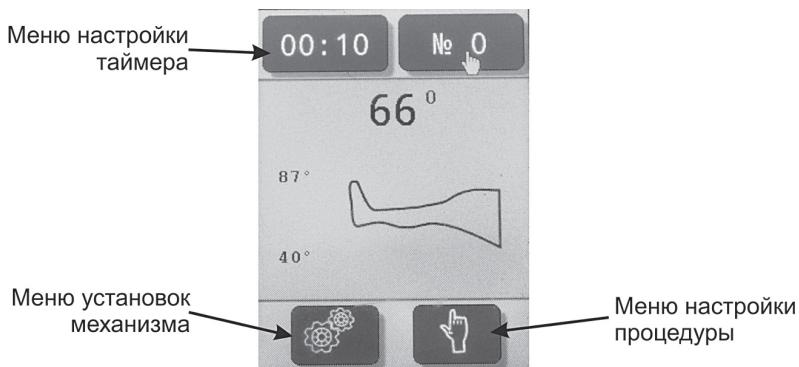

Рисунок 8.4 – Дисплей режима готовности
8.2 Дисплей режима готовности (см. рис. 8.4):
После однократного нажатия любой кнопки Аппарат перейдет в режим «Пауза», о чем сообщит мигающая в зоне С пульта управления иконка . В данном режиме дисплей переходит в состояние выбора меню (см. рис. 8.4): иконки панели становятся активными и появляется возможность оперативно изменить (корректировать) режим работы аппарата.